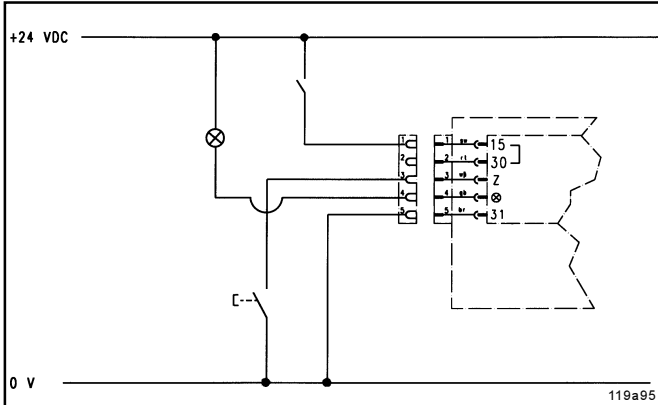

Abb. 1 - Maschinenkontakt
- Bei **aufgestecktem Jumper 30/15** sind die **Anschlüsse 15 und 30** innerhalb der Steuerplatine **verbunden (gebrückt)**, siehe Abb. 1.